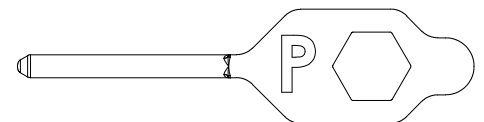

Abbildung 5. Konfigurationswerkzeug zum Verschieben des Konfigurationsschalters.
- Ein Konfigurationswerkzeug aus Kunststoff, siehe Abbildung 5.